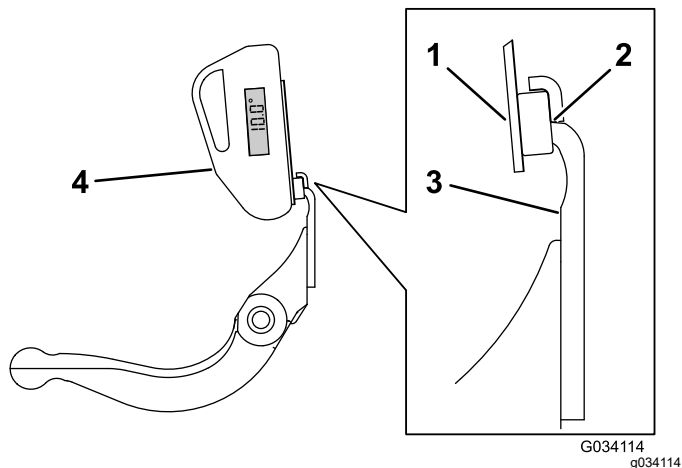

Figura 23
3. Posizionate il supporto del goniometro sul bordo della controlama, in modo che il bordo del magnete corrisponda a quello della controlama (Figura 23).
4. Posizionate il goniometro sul supporto, come illustrato nella Figura 23.